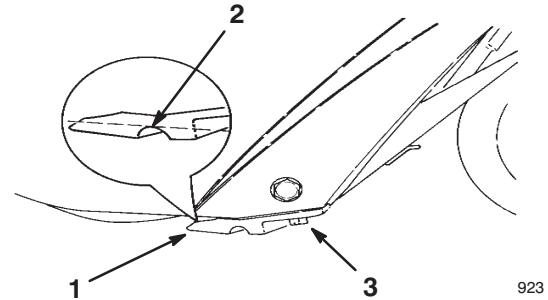

Bild 9
Prüfen Sie die Schürfleiste vor Saisonbeginn auf Abnutzung. Wechseln Sie die Schürfleiste aus, wenn die Stärke von der Oberseite der verschleißanzeigenden Rille bis zur Unterseite der Schürfleiste weniger als 1,6 mm beträgt oder die Anzeigerille ganz verschwunden ist (Bild 9).
4. Entfernen Sie die drei Schrauben, mit denen die Schürfleiste abgesichert wird (Bild 9).